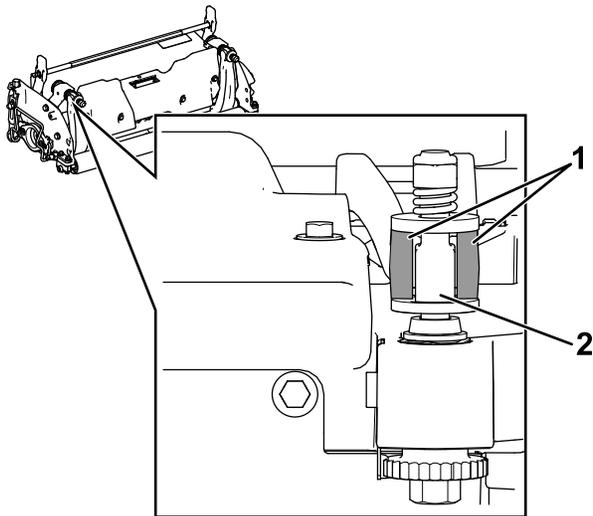

図 21
**重要** 図 21 に示すように、DPA アジャスターをベッドバーの耳の中央に配置する。